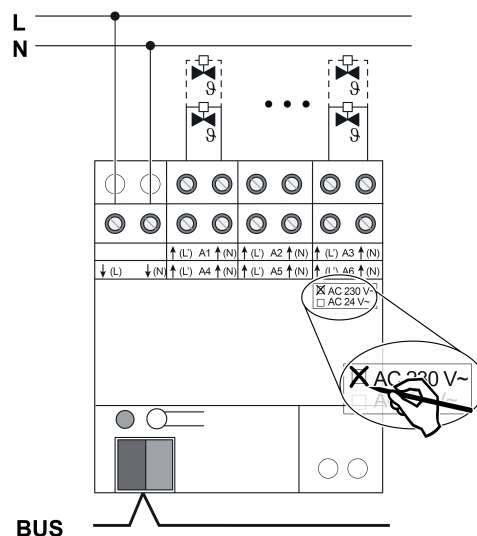

Рисунок 2: Подключение сервоприводов 230 В
- Сервоприводы 230 В пер. тока подключать согласно схеме подключений (рисунок 2).